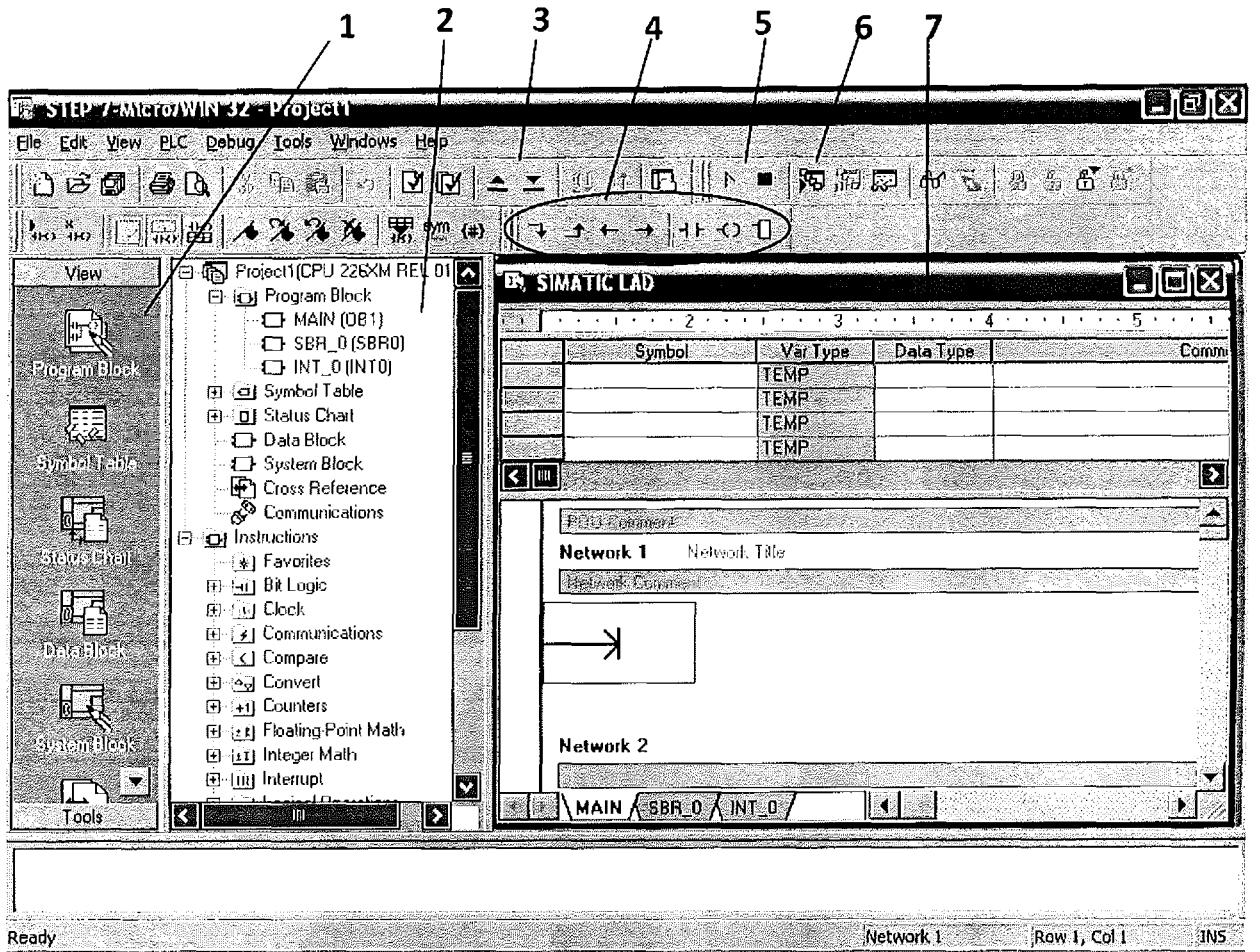

Рис. 6.4. Общий вид окна Step7 MicroWin
Общий вид окна среды разработки показан на рис. 6.4.
3. Далее нажмите на кнопку «--| |» в панели инструментов и в появившемся контекстном меню выберите нормально открытый контакт вида «--| |», или раскройте вкладку «Bit Logic» в окне с вкладками (рис. 6.4), найдите тот же элемент и двойным щелчком мыши либо перетаскиванием вставьте его в рамку.